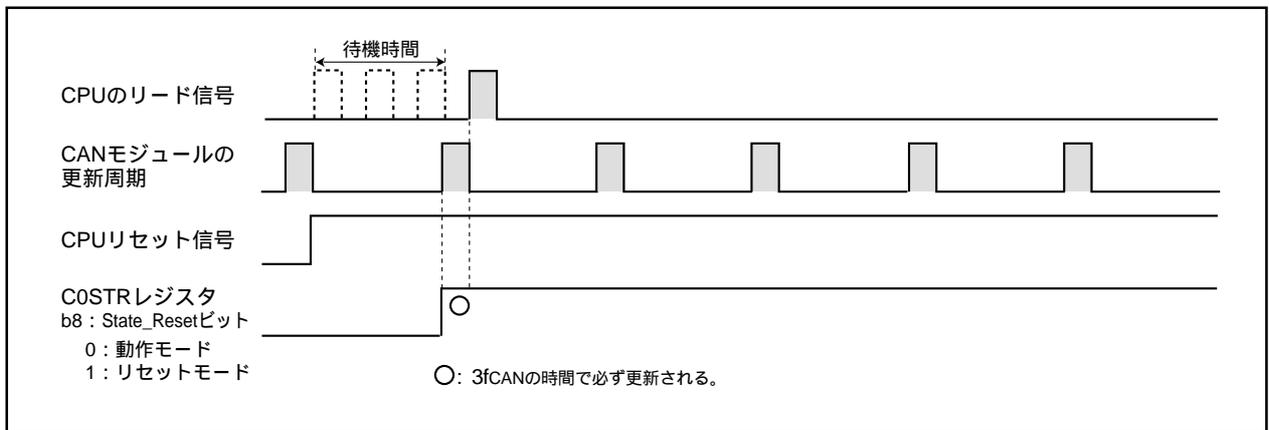

図22.6 CPUの読み出し前に3fCAN分待機した場合
1. CPUがC0STRレジスタを読み出す前に、 $3f_{CAN}$ 以上（表22.2参照）の待機時間を持たせる（図22.6参照）。